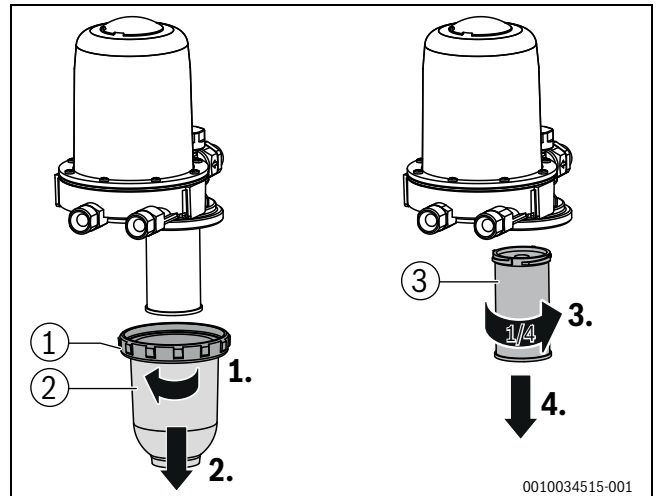

Bild 78 Filtertasse entfernen
- Überwurfmutter (→Bild 78[1]) entfernen.
- Filtertasse (→Bild 78, [2]) abnehmen.
- Ölfiltereinsatz (→Bild 78, [3]) mit einer Viertel-Umdrehung gegen den Uhrzeigersinn lösen.
- ▶ Ölfiltereinsatz (→Bild 78, [3]) ansetzen und mit einer Viertel-Umdrehung im Uhrzeigersinn befestigen.
- ▶ Filtertasse mit Überwurfmutter (→Bild 78, [1] und [2]) montieren.